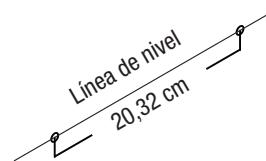

Figura 2
PASO 2: Dibuje una línea en la pared con un nivelador para determinar la ubicaciones de los orificios de los tornillos. Los tornillos se deben instalar con una distancia aproximada de 20,32 cm, como se muestra en la **Figura 2**.